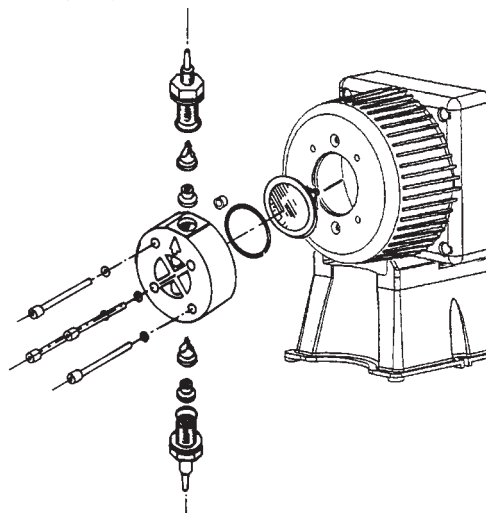

Fig. 11
2. Controlar por lo menos cada 6 meses, el funcionamiento de la bomba, la hermeticidad de los tornillos y las guarniciones, para líquidos particularmente agresivos efectuar controles incluso más frecuentes, controlar en particular la concentración del aditivo de la instalación; una reducción de dicha concentración podría ser causada por el desgaste de las válvulas (que en este caso deben ser substituidas poniendo atención al volver a instalarlas como se indica en la Fig. 11).
Para efectuar esta operación, si el equipo no está fijado a la instalación, es posible hacerla pulsar durante algunos segundos (15-30), manteniéndola invertida y sin tubos conectados a los empalmes, si ello no es posible, desmontar y volver a montar el cuerpo de la bomba (Fig.11), utilizando los cuatro tornillos que sirven para fijar.
Gracias a que el sistema es muy robusto, no se producen verdaderas averías mecánicas. En algunas circunstancias pueden producirse pérdidas de líquido por algún empalme o virola para fijar los tubos que estén flojos, o más sencillamente debido a la rotura del tubo de impulsión. Raramente algunas pérdidas podrían ser causadas por la rotura de la membrana o por el desgaste de la guarnición hermética de la membrana. En estos casos los componentes deben ser substituidos desmontando los cuatro tornillos del cuerpo de la bomba (Fig. 11), al volver a instalar los tornillos, apretarlos de manera uniforme. Una vez eliminada la pérdida, es necesario limpiar la bomba dosificadora eliminando posibles residuos de aditivo, que, al estancarse podrían atacar químicamente la caja de la bomba.
❶ - LA BOMBA DOSIFICADORA, DA IMPULSOS PERO NO INTRODUCE EL ADITIVO EN LA INSTALACIÓN.
- a. Desmontar las válvulas de aspiración e impulsión, limpiarlas y volverlas a instalar en la misma posición de antes (Fig. 11). En el caso se notara una dilatación en dichas válvulas, comprobar en la tabla correspondiente la compatibilidad del aditivo con el tipo de válvula instalada en la bomba (Válvula estándar de vitón, a pedido se producen de silicona, etileno propileno y de nitrilo, válvula de bola, válvula K).